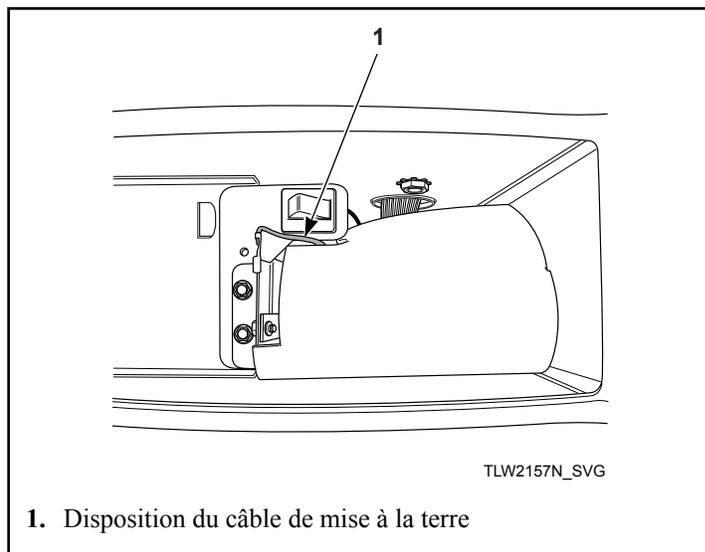

Figure 17
7. Avant d'installer le tiroir à monnaie et l'extension, s'assurer que le câble de mise à la terre est sous le panneau de commande afin de dégager l'espace pour le tiroir à monnaie. Se reporter à la Figure 17 .